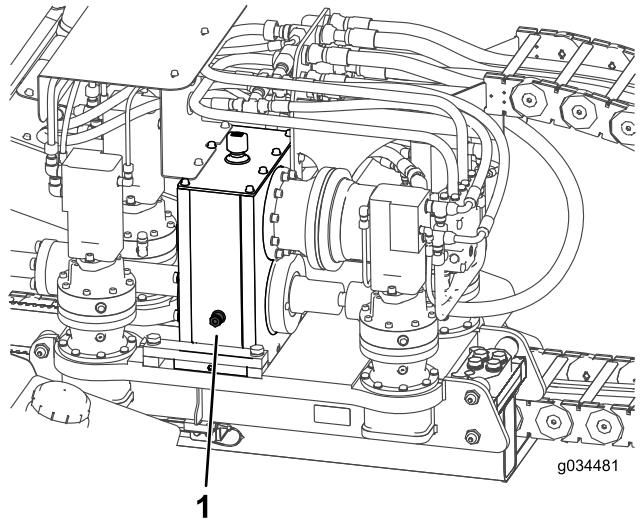

Рисунок 106
- Проверьте уровень масла по смотровому стеклу на каждом планетарном мотор-редукторе напорного механизма (Рисунок 106).
- Снимите крышку сапуна и долейте масло в планетарный редуктор так, чтобы уровень масла доходил как минимум до середины смотрового стекла (Рисунок 106).
- Проверьте уровень масла по смотровому стеклу на редукторном приводе (Рисунок 106).
- Снимите крышку сапуна и долейте масло в редукторный привод так, чтобы уровень масла доходил как минимум до середины смотрового стекла (Рисунок 106).
8. Залейте масло в редуктор так, чтобы его уровень поднялся выше середины смотрового стекла (Рисунок 106).